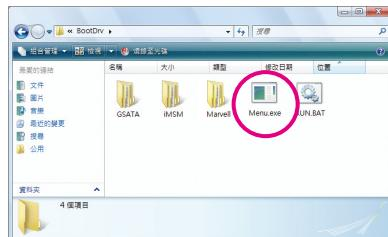
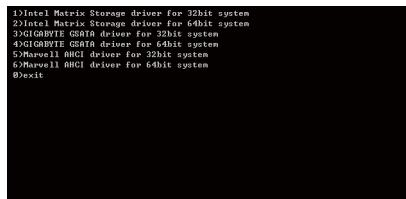

图 4
图 5
- 2: 进入光盘中「BootDrv」文件夹，双击「Menu.exe」文件(图4)后会出现「命令提示字符」画面，内含如图5的控制器选单。
- 3: 放入空白软盘。依所要安装的操作系统按下SATA控制器驱动程序代码后再按<Enter>键。以图5的选单为例：